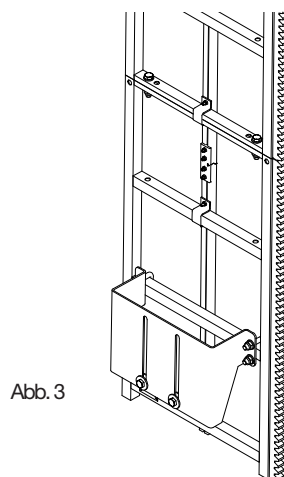

Abb. 3
3. Etwa alle 9 m eine Ruheplattform montieren (siehe Abb. 3 und Montagezeichnung).